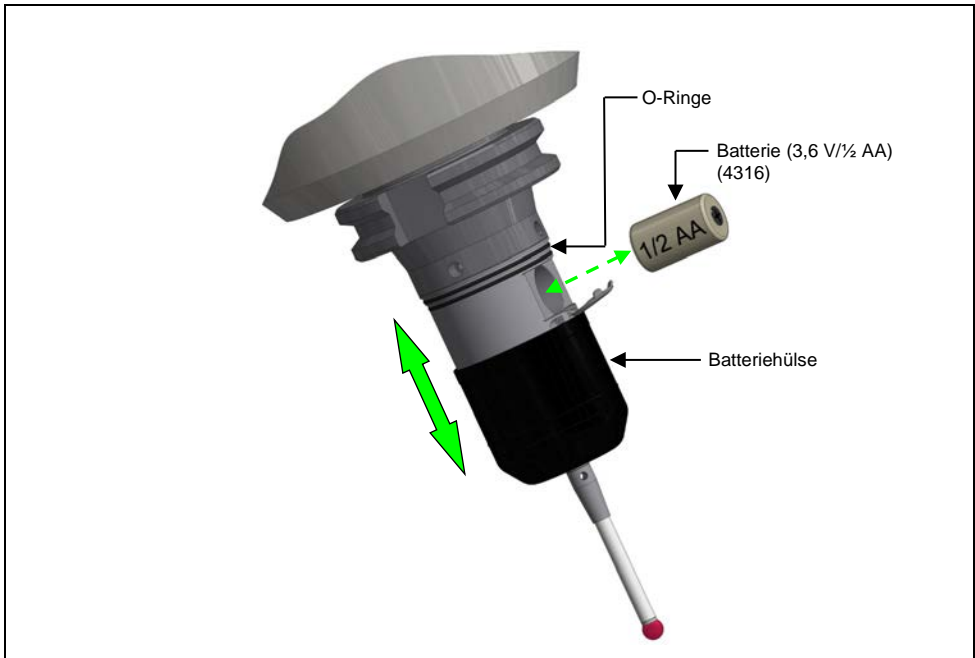

Abb. 8 Batteriewechsel
1. Batteriehülse nach unten schieben (Abb. 8).
2. Alte Batterie aus dem Batteriefach entnehmen und neue Batterie in das Batteriefach einsetzen (Abb. 8).
3. Batteriehülse nach oben schieben (Abb. 8).